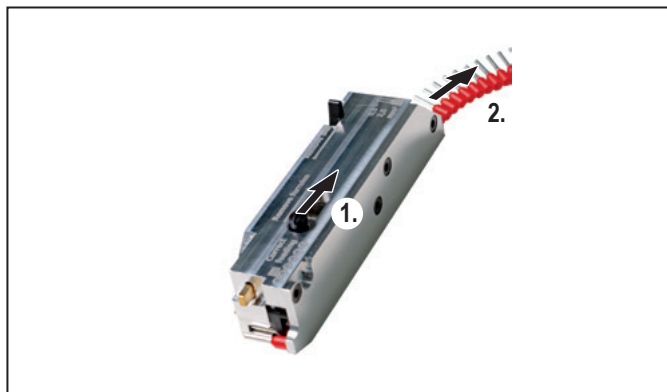

Bild 6.5 Ta bort ändhylsorna
- Lossa transportenhetens förregling och dra ut ändhylsbandet, se Bild 6.5.